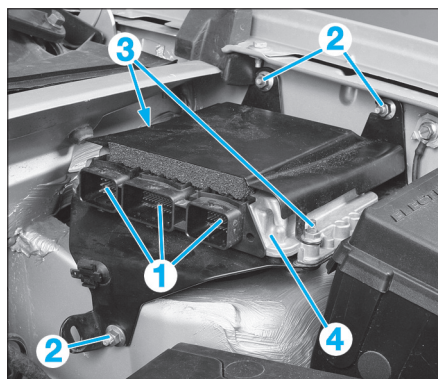

FIG. 49
- Débrancher les connecteurs (1) du calculateur (Fig.49).
- les 3 écrous de fixation (2) du support de calculateur.
- les 2 écrous (3) de la tôle de protection supérieure.
- le calculateur (4).